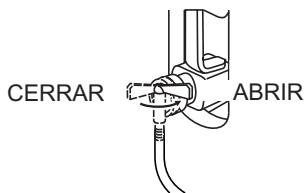

Figura 43. Valvula del tanque de agua ABRIR/CERRAR
3. Abra la fuente de agua (Figura 43).